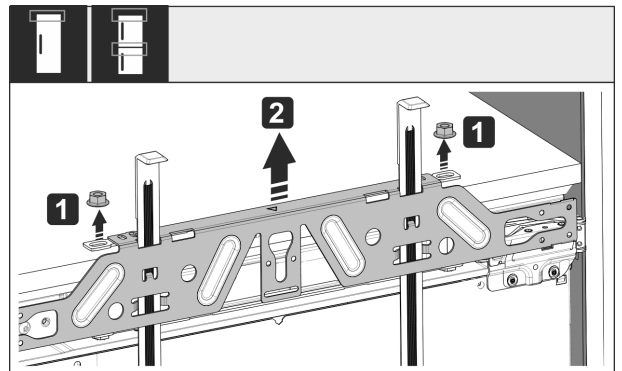

Fig. 51
- Kontermuttern Fig. 51 (1) lösen.
- Befestigungstraverse Fig. 51 (2) abnehmen.